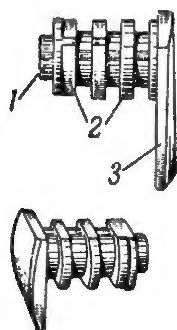

Рис. 17. Запор втулки:
18. Запор втулки (рис. 17) служит для удержания втулки от смещения вперед и для закрытия ее отверстия.